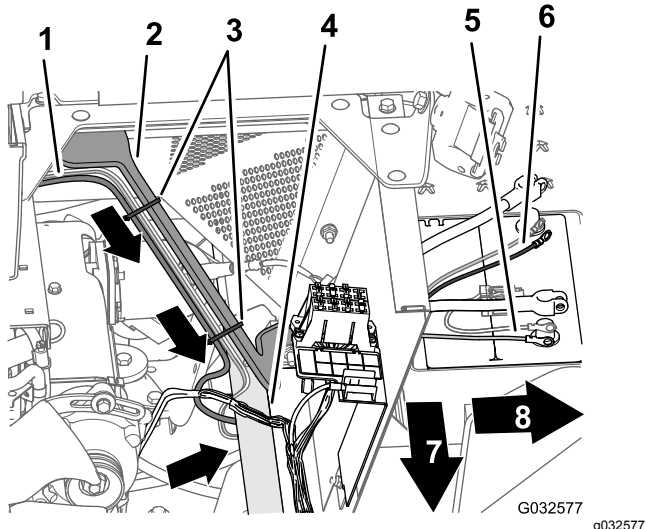

図 164
4. ケーブルタイ3本を使用して、ハーネスをシートボックス用アングル部材の穴とエンジンシュラウドのサポートに固定する 図 163と 図 164。
5. ナビゲーションシステム用の電装ハーネスの220cm の枝線についている 10 A ヒューズ、プラス端子、マイナス端子を、バッテリー上部まで導く 図 164。